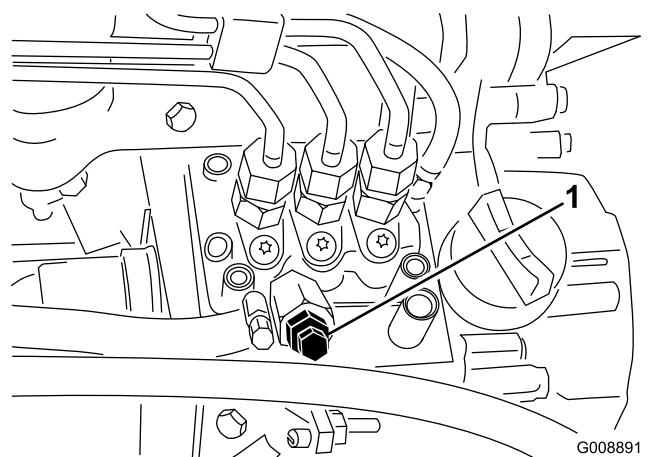

Рисунок 85
4. Выверните продувочный винт из насоса для впрыска топлива (Рисунок 85).